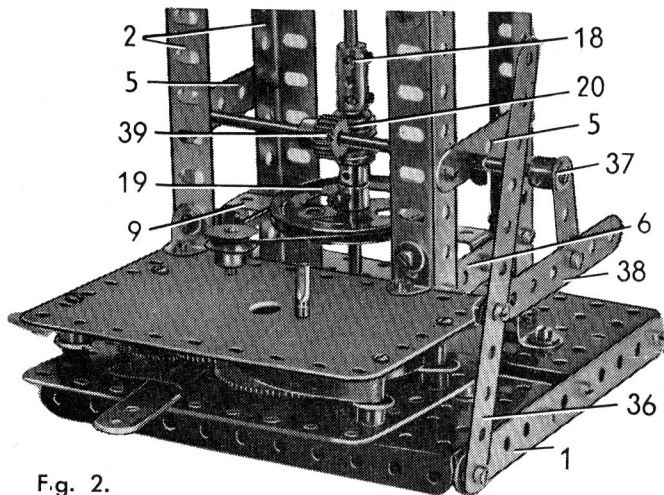

Fig. 2.
La base du modèle est formée de deux plaques à rebords de 14×6 cm, assemblées par deux bandes de 11 trous (1). Les bandes de 11 trous sont fixées sur les petits rebords des plaques ; un intervalle de un trou est donc ménagé entre les deux plaques (fig. 2).
La rotation de la grue et le levage de la charge sont commandés par un levier unique (fig. 2). Ce levier est une bande de